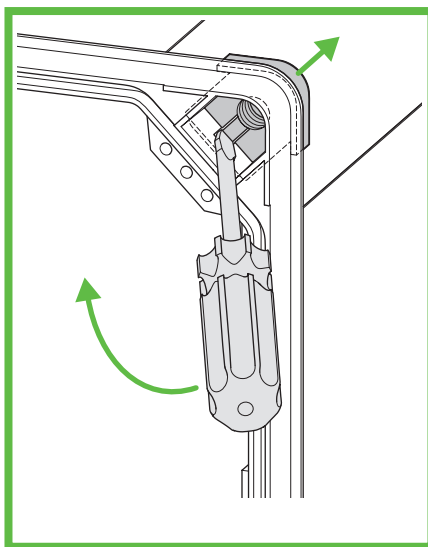
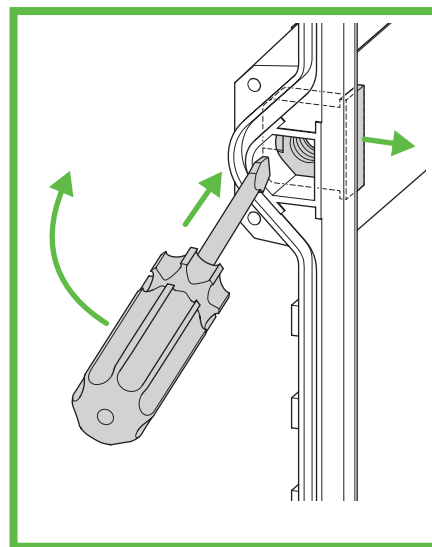

Imagen 5: Extracción del inserto roscado (vista angular)
Imagen 6: Extracción del inserto roscado (vista lateral)
- ▶ Utilice el destornillador para hacer palanca en los insertos roscados (Imagen 5 Imagen 6).